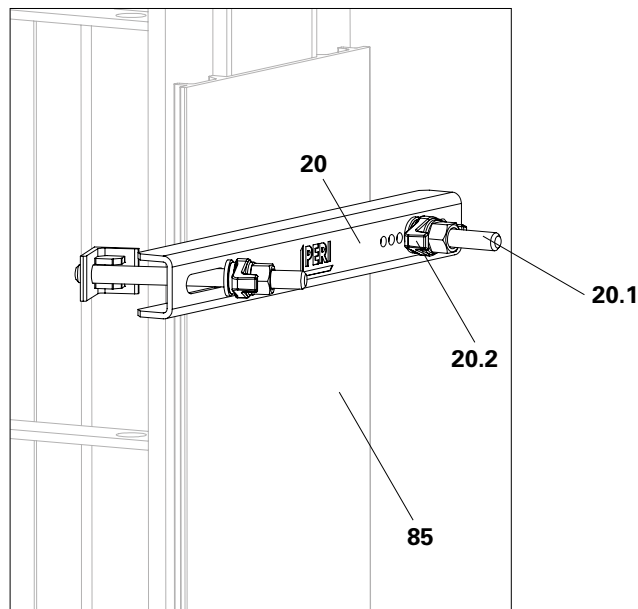

Fig. A7.05
Con il corrente fermagetto UNO Plus (20), il profilo fermagetto UNO Plus (85) può essere montato su porte, finestre e travi a filo e a tenuta. (Fig. A7.05)
→ Il corrente fermagetto UNO Plus è ora montata. (Fig. A7.05)